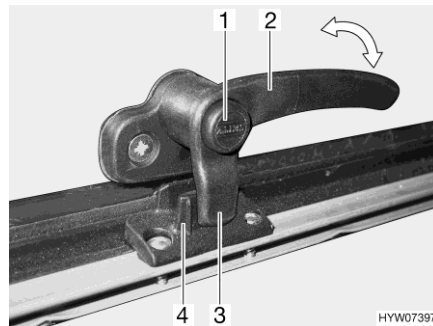
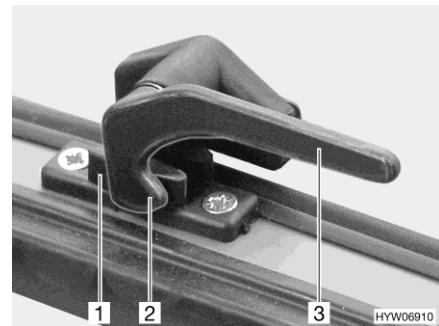

Fig. 88 Leva di serraggio con bottone di sicurezza in posizione "Chiuso"
Fig. 89 Leva di serraggio in posizione "Chiuso"
- Se presente, premere e tenere premuto il bottone di sicurezza (Fig. 88,1).
- Ruotare tutte le leve di serraggio (Fig. 88,2 o Fig. 89,3) di un quarto di giro verso il centro dell'oblò.
- Ruotare tutte le leve di serraggio (Fig. 88,2 o Fig. 89,3) di un quarto di giro verso il telaio. Il nasello di chiusura (Fig. 88,3 o Fig. 89,2) si trova sulla parte interna del bloccaggio dell'oblò (Fig. 88,4 o Fig. 89,1).
- In posizione "Completamente chiusa" (Fig. 88 e Fig. 89)